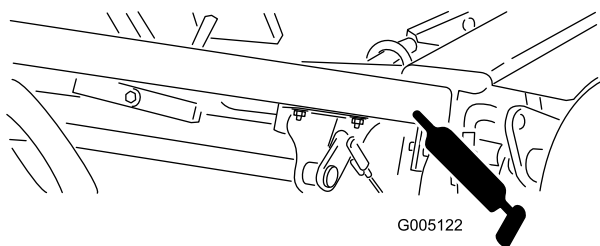

Figure 29
- Pivot de relevage de tonte (Figure 29)